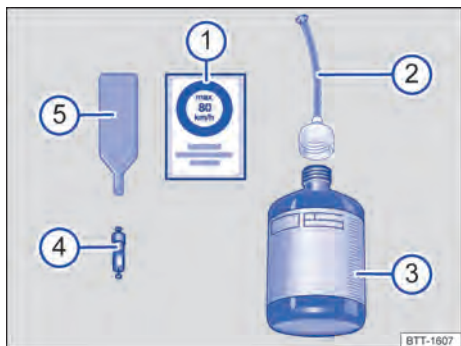

Fig. 242 Representação esquemática: componentes do kit de reparo dos pneus.
O kit de reparo dos pneus é composto pelos seguintes componentes → Fig. 242:
→ Fig. 242 ⑤ possui uma fenda na extremidade inferior, na qual se ajusta o elemento da válvula. Somente assim é possível remover e reinstalar o elemento da válvula do pneu. Isto também é válido para o elemento da válvula de reposição ④. ►
12. Colar a etiqueta adesiva → Fig. 242  do kit de reparo dos pneus no campo de visão do condutor no painel de instrumentos.
- Com a chave para remoção do elemento da válvula → Fig. 242 , desenroscar o elemento da válvula da válvula do pneu e colocá-lo sobre uma superfície limpa.
- Agitar a garrafa para enchimento dos pneus → Fig. 242  algumas vezes com força.
- Rosquear a mangueira de enchimento → Fig. 242  com firmeza no sentido horário sobre a garrafa para enchimento dos pneus. A película na tampa é perfurada automaticamente.
- Remover a vedação da tampa da mangueira de enchimento → Fig. 242  e introduzir a extremidade aberta totalmente na válvula do pneu.
- Rosquear novamente o elemento da válvula com a chave para remoção do elemento da válvula → Fig. 242  na válvula do pneu. ►